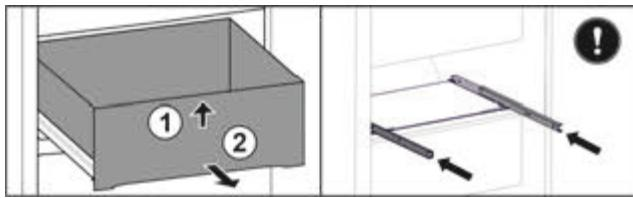

Fig. 98
- Підняти висувний ящик спереду. *Fig. 98 (1)*
- Вийняти висувний ящик рухом вперед. *Fig. 98 (2)*